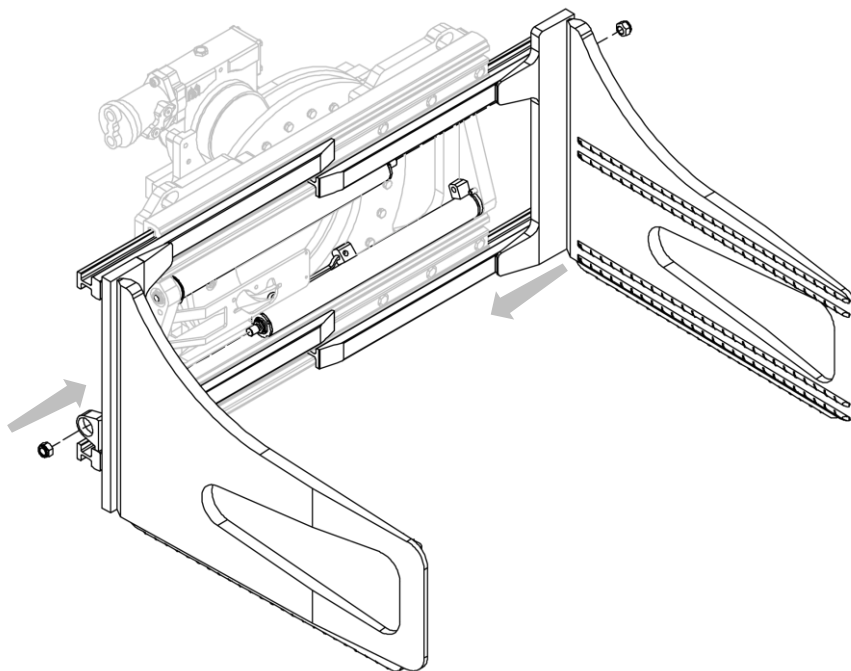
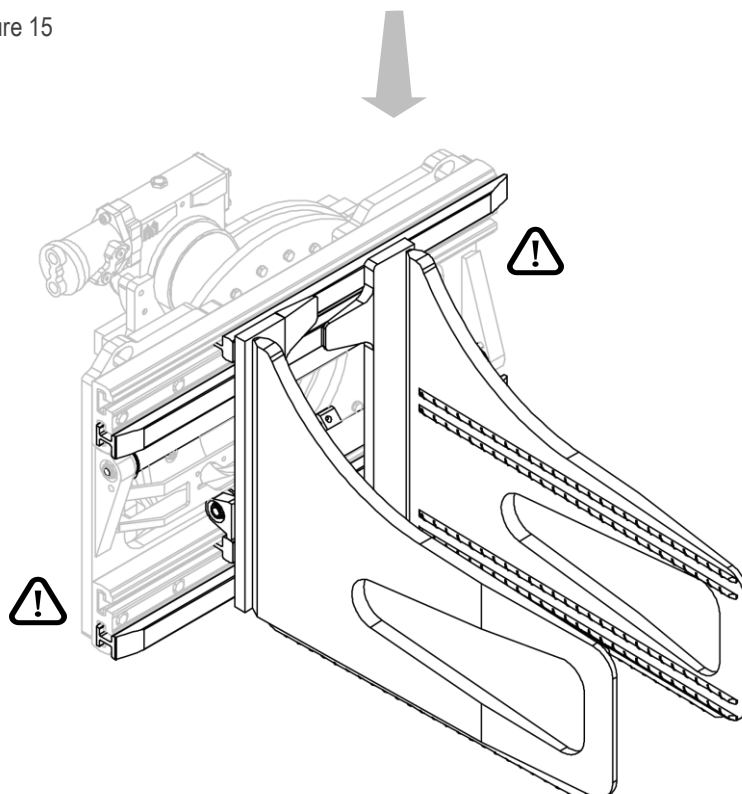

Figure 15
Figure 16
2. Mettre en place les mâchoires dans leurs sièges et les raccorder aux vérins avec les écrous correspondants (voir *Figure 15* et *Figure 16*).